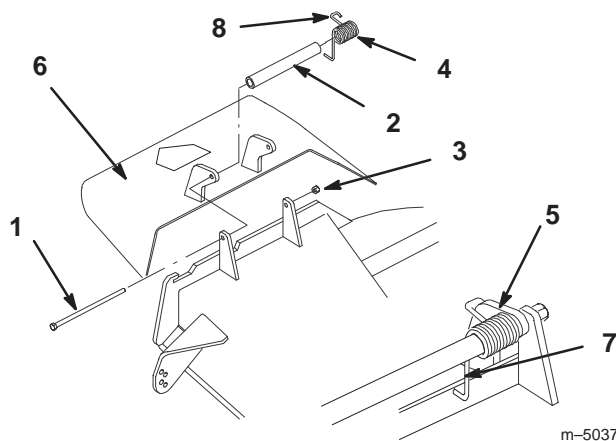

Figura 6
**Nota:** Asegúrese de colocar el extremo L del muelle detrás del reborde de la plataforma antes de instalar el perno, según muestra la figura 6.